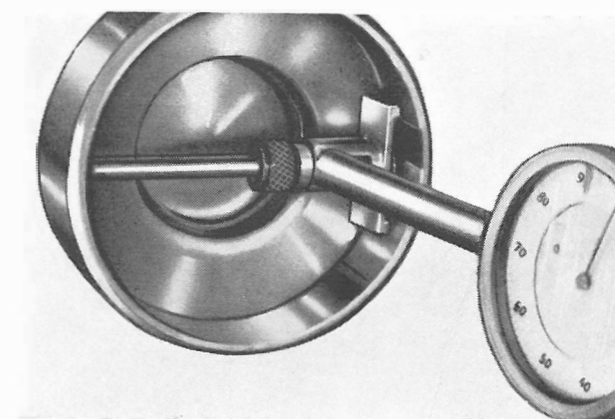

Fig. 92
- Le diamètre de l'axe doit être 29,99 ± 30,00 mm. et n'est pas rectifiable. Le logement du groupe centrifuge ne doit pas présenter de rugosités ou des aspérités. Diamètre 100,0 ± 100,1 mm. Erreur maxi. d'ovalisation tolérable: 0,05 mm. (Fig. 92). La surface extérieure du groupe centrifuge doit être exempte de rugosités et casses. L'épaisseur du matériel d'embrayage ne doit pas être inférieure à 2,9 ± 3,1 mm. Si nécessaire remplacer les patins en décrochant les ressorts et en vissant les nouvelles pièces.
- Shaft diameter must be 29.99 ± 30.00 mm. and is not to be ground. Centrifugal unit housing must have a smooth surface free from projecting burrs and roughness. Housing diameter is 100.0 ± 100.1 mm. Out-of-round limit is 0.05 mm. (Fig. 92).
- Der Durchmesser der Welle beträgt 29,99 ± 30,00 mm und darf nicht geschliffen werden. Der Sitz des Fliehkraftelementes muss riefenfrei und glatt sein. Durchmesser 100,0 ± 101,1 mm. Höchste Unrundheit 0,05 mm (Abb. 92).